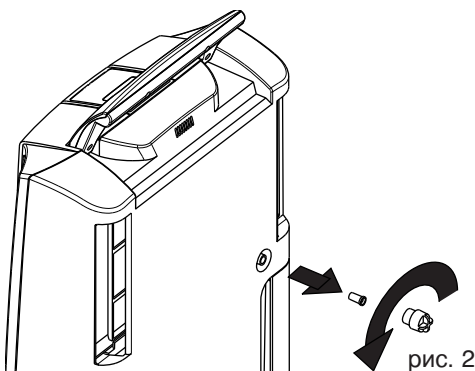

рис. 2
- 1) Отверните пробку, закрывающую непрерывный слив, повернув ее против часовой стрелки, и выньте резиновую заглушку из патрубка, рис. 2.